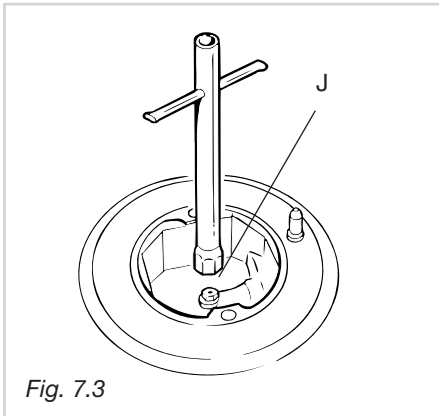

Fig. 7.3
- Con una chiave da 7, svitare e sostituire gli ugelli "J" (Fig. 7.3 - 7.4) con quelli idonei per il gas da utilizzare.